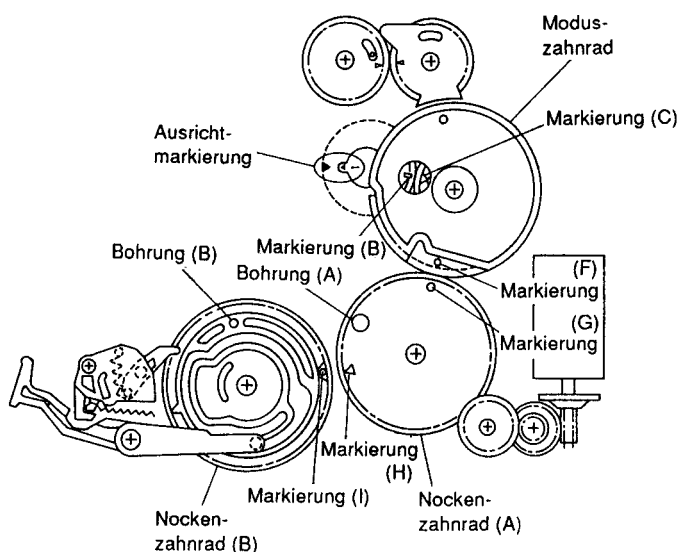

Abb. 6-23
- 1) Die Markierung (G) an dem Nocken-zahnrad A und die Markierung (F) an dem Moduszahnrad ausrichten (siehe Abb. 6-23).
- 2) Den Pfeil an der Sensorleiterplatte und den Pfeil (Nr. 1) auf dem Bandlaufwerk-Statusschalter ausrichten (siehe Abb. 6-23).
- 3) Unter den obigen Bedingungen die Markierung (B) an dem Bandlaufwerk-Statusschalter und die Markierung (C) an dem Moduszahnrad ausrichten (siehe Abb. 6-23).
- 1) Die Bohrung (A) in dem Nocken-zahnrad (A) und die Bohrung in dem Chassis ausrichten. Auch die Markierung (G) an dem Nocken-zahnrad (A) und die Markierung (F) an dem Moduszahnrad ausrichten (siehe Abb. 6-23).
- 2) Darauf achten, daß die Naben der Vorratsteller-Hilfsbremse und des Spanntriebsarms in den vorgeschriebenen Positionen eingesetzt sind (siehe Abb. 6-23).
- 3) Die Markierung (I) auf dem Nocken-zahnrad (B) und die Markierung (H) auf dem Nocken-zahnrad (A) ausrichten (siehe Abb. 6-23).